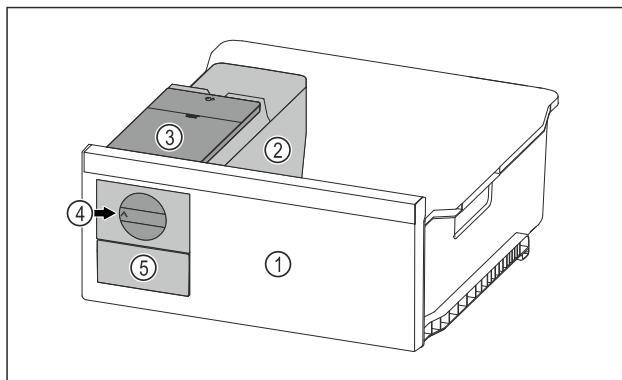

Fig. 123 Ilustrační zobrazení
- ▶ Otočte otočný knoflík Fig. 123 (4) ve směru hodinových ručiček až na doraz.
- ▷ Kostky ledu padají z misky na kostky ledu do zásuvky na kostky ledu Fig. 123 (5).